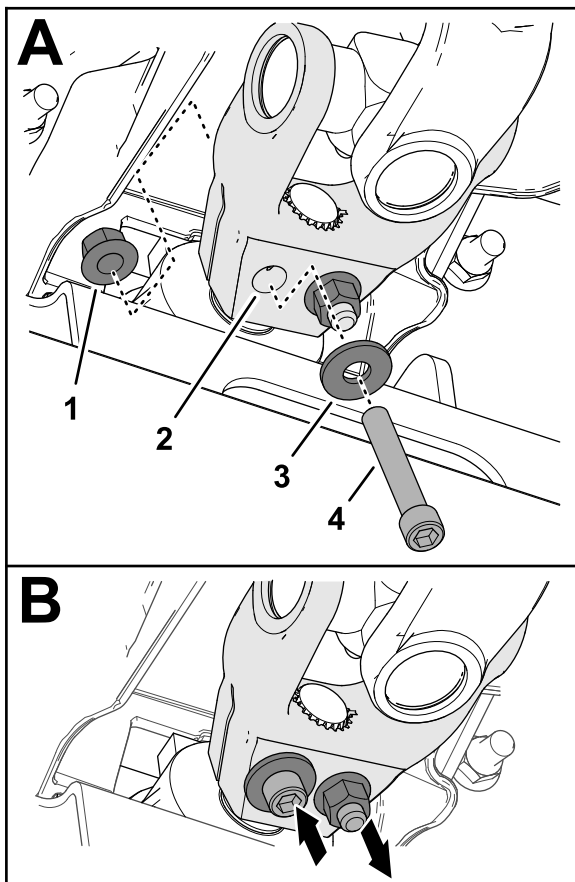

Figura 19
6. Monte um parafuso de cabeça sextavada interior ($\frac{3}{8}$ pol. x $1\frac{1}{4}$ pol.) através de uma anilha ($\frac{3}{8}$ pol.) e o orifício na culatra da transmissão (Figura 19) e fixe o parafuso de cabeça cilíndrica com uma porca de bloqueio flangeada ($\frac{3}{8}$ pol.).
7. Monte um parafuso de cabeça sextavada interior ($\frac{3}{8}$ pol. x $2\frac{1}{4}$ pol.) através de uma anilha ($\frac{3}{8}$ pol.) e o orifício na culatra da transmissão a partir da direção oposta (Figura 19) e fixe o parafuso de cabeça cilíndrica com uma porca de bloqueio flangeada ($\frac{3}{8}$ pol.).